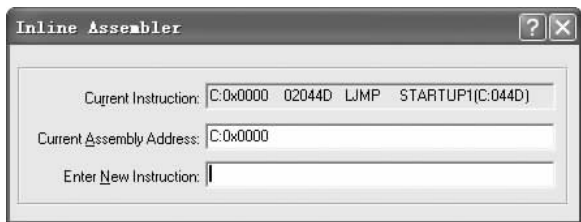

图 2-8 Inline Assembler 对话框
①快捷菜单第一栏。该菜单第一栏中共有三个选项,用于选择窗口内反汇编内容的显示方式。选择 Mixed Mode 选项,系统采用高级语言与汇编语言混合方式显示;选择 Assembly Mode 选项,系统采用汇编语言方式显示;选择 Inline Assembly 选项,系统用于程序调试中的“在线汇编”。使用“在线汇编”时,先将光标定位在反汇编窗口中的希望行上,再选择该选项,弹出如图 2-8 所示的对话框,其中 Current Instruction 文本框显示的是指定行当前的汇编指令,Current Assembly Address 文本框显示的是当前指令行的地址,在 Enter New Instruction 文本框中可以输入汇编语言指令,完成后按 Enter 键,新输入的指令将取代指定行上原来的指令,实现“在线汇编”功能。